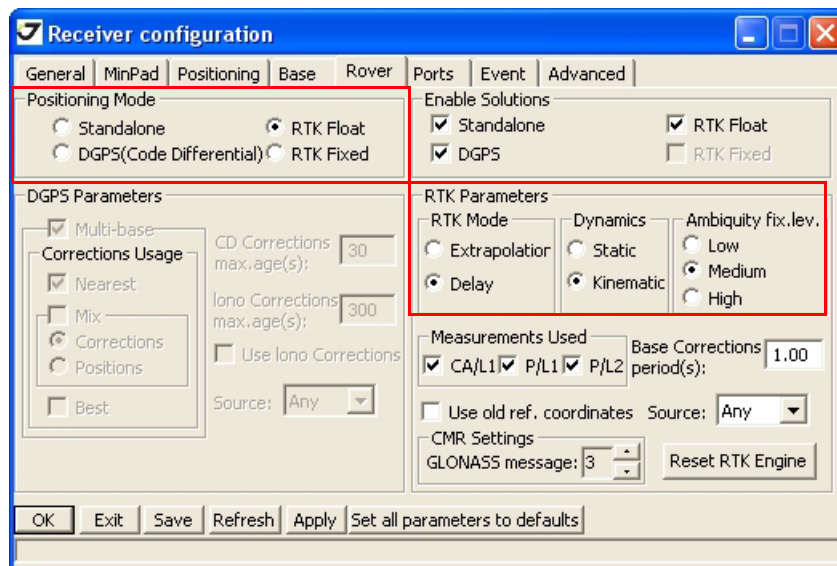

Рисунок 3-11. Зкладка Rover
9. Для подвижного приемника (ровера) откройте закладку *Rover* и произведите настройку следующих параметров, затем нажмите *Apply* (Рисунок 3-11 на стр. 47).